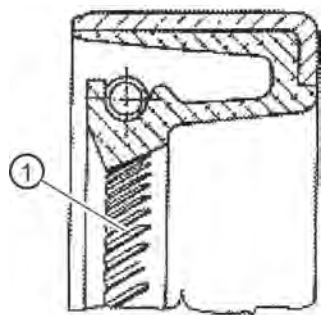
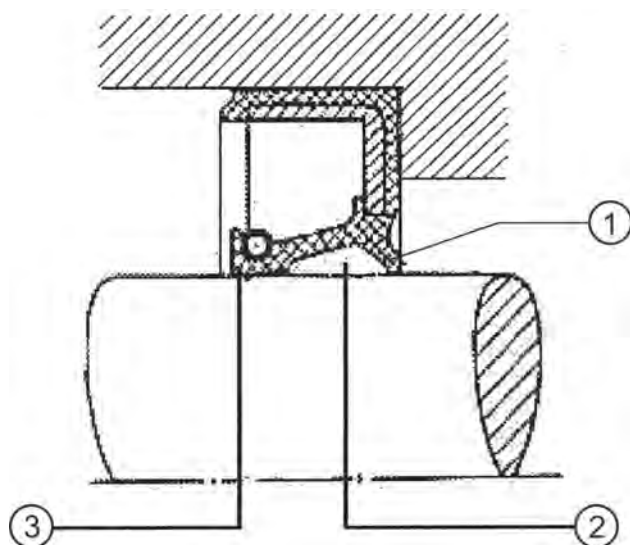

Рисунок 8: Радиальное уплотнение с нарезкой на уплотняющей фаске.
Рисунок 9: Радиальное уплотнение с жировым наполнением
11. Внимание: нельзя наполнять жиром промежуток между защитной кромкой и уплотняющей фаской уплотнения с нарезкой (рис. 8), если используется радиальное уплотнение с защитной кромкой (рис. 9), в противном случае будет нарушена гидродинамика возврата. Наполнение жиром полезно в радиальных уплотнениях без нарезки.